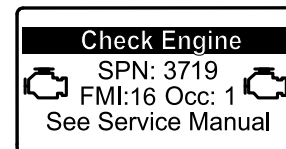

Figure 27
- Si une régénération en stationnement est nécessaire, l'InfoCenter affiche l'avertissement SPN 3719, FMI 16 (Figure 27) et l'ordinateur du moteur réduit la puissance du moteur à 85 %.